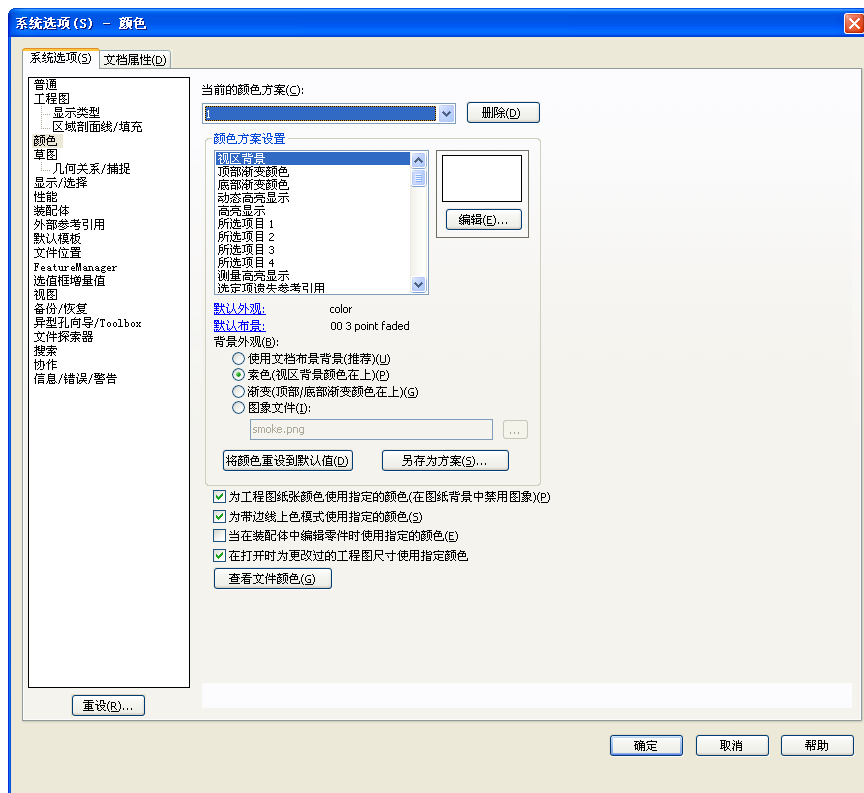
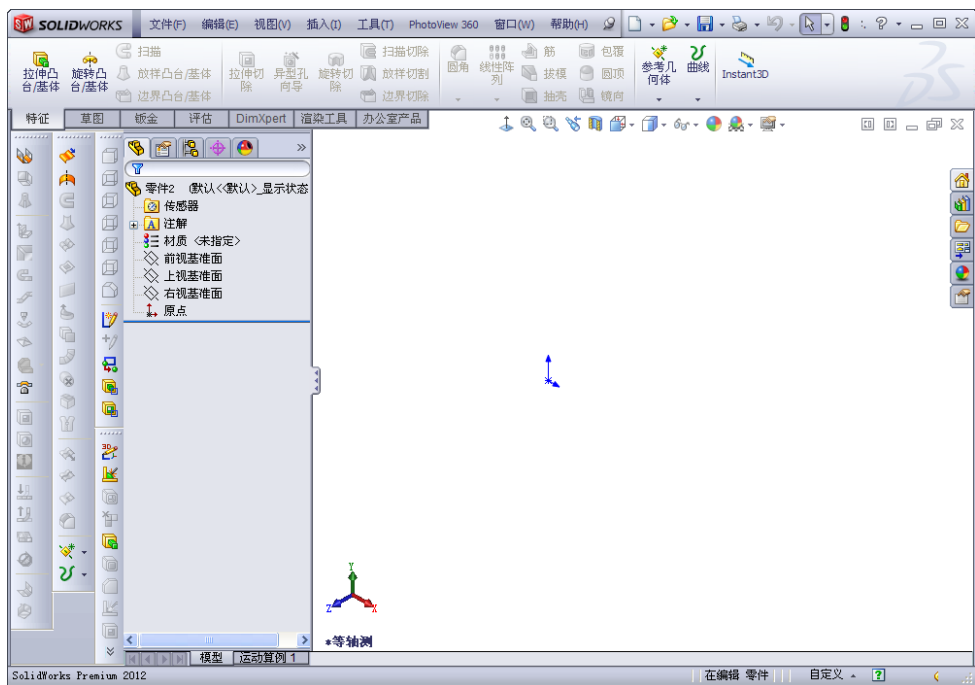

图 1-20 “系统选项-颜色”对话框
图 1-22 设置好背景颜色的零件图
(1) 选择菜单栏中的“工具”→“选项”命令,此时系统弹出“系统选项-颜色”对话框。
(2) 在对话框“系统选项”选项卡的左侧列表框中选择“颜色”选项，如图 1-20 所示。
在如图 1-20 所示对话框的“背景外观”选项组中，点选下面 4 个不同的单选按钮，可以得到不同的背景效果，用户可以自行设置，在此不再赘述。如图 1-22 所示为一个设置好背景颜色的零件图。